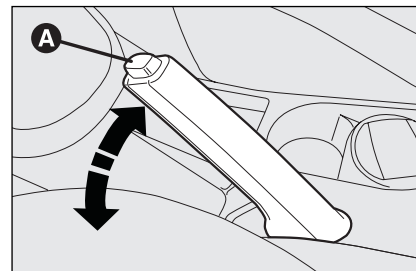

рис. 1
- слегка потяните рычаг стояночного тормоза вверх и нажмите кнопку **A**, см. **рис. 1**;